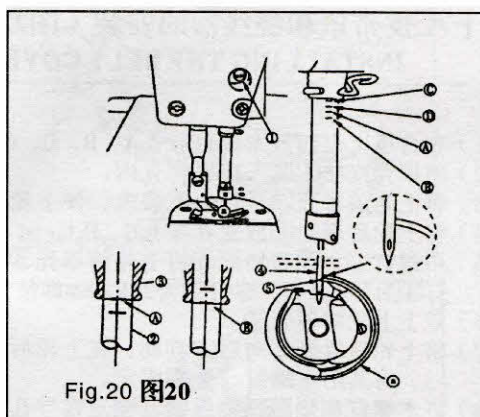

Fig. 20 图20
- 1) Ослабьте винт (2) кривошипа (1)
- 3) Надежно затяните винт (2).
17. Синхронизация иглы и челнока (Fig. 20)